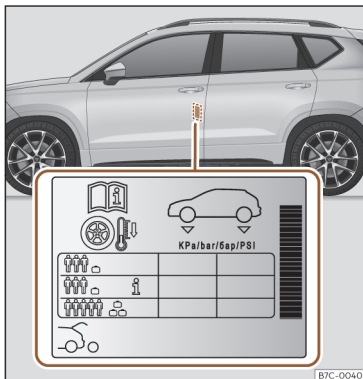

Fig. 202 Emplacement de l'autocollant de gonflage des pneus.
- Adaptez la pression des pneus en fonction de la charge transportée par le véhicule >>> **fig. 202.**
Les valeurs de pression de gonflage figurent sur l'autocollant situé sur la face arrière du cadre de la portière avant gauche >>> **fig. 202.**
Adaptez la pression de gonflage des pneus à la charge du véhicule. Si le véhicule est chargé au maximum, vous devez augmenter la pression de gonflage jusqu'à la valeur maximale de charge indiquée sur l'autocollant >>> **fig. 202.**
Dans le cas de la roue de secours de taille réduite (125/70 R16 ou 125/70 R18), la gonfler à une pression de 4,2 bar comme indiqué sur l'autocollant de pression des pneus >>> **fig. 202.**
Il est possible d'adapter la pression de gonflage des pneus sous charge moyenne en fonction du véhicule afin d'améliorer le confort de conduite (pression de gonflage **i** >>> **fig. 202**). Lorsque vous roulez avec une pression de gonflage de confort, la consommation de carburant peut légèrement augmenter.
- Le conducteur est responsable de la pression correcte de tous les pneus de son véhicule. La pression de gonflage recommandée est indiquée sur un autocollant >>> **fig. 202.**
- Avec les pneus à froid, la pression devra toujours être celle indiquée sur l'autocollant >>> **fig. 202.**